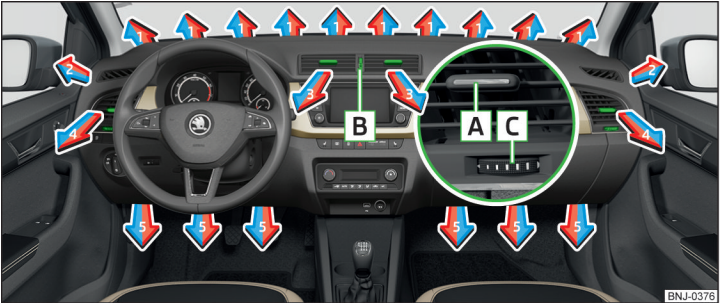

Fig. 124 Difusores de aire
En los difusores de aire **3 y 4 » fig. 124** se puede modificar el sentido de la corriente de aire, y los difusores se pueden también abrir y cerrar individualmente.
El ajuste de la dirección de corriente del aire se realiza por el desplazamiento del elemento de ajuste **A » fig. 124** en la dirección deseada.
- » Gire la rueda **B » fig. 124** hacia arriba.
- » Gire la rueda **B » fig. 124** hacia abajo.
Ajustar la dirección de salida de aire	Difusores de salida de aire » fig. 124